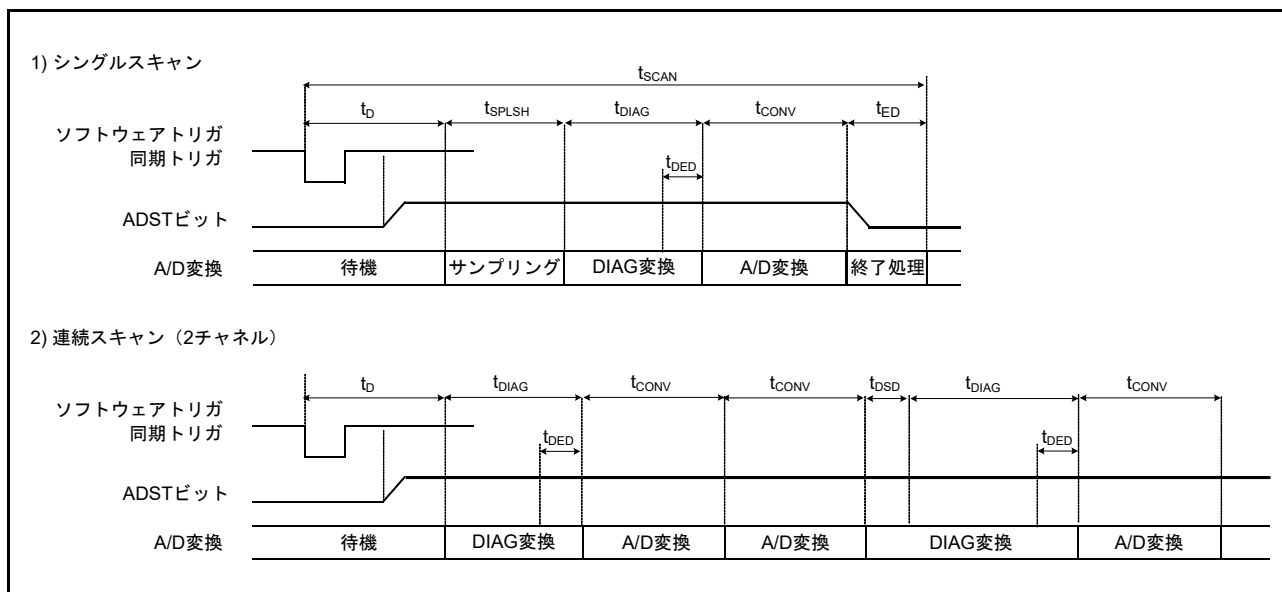
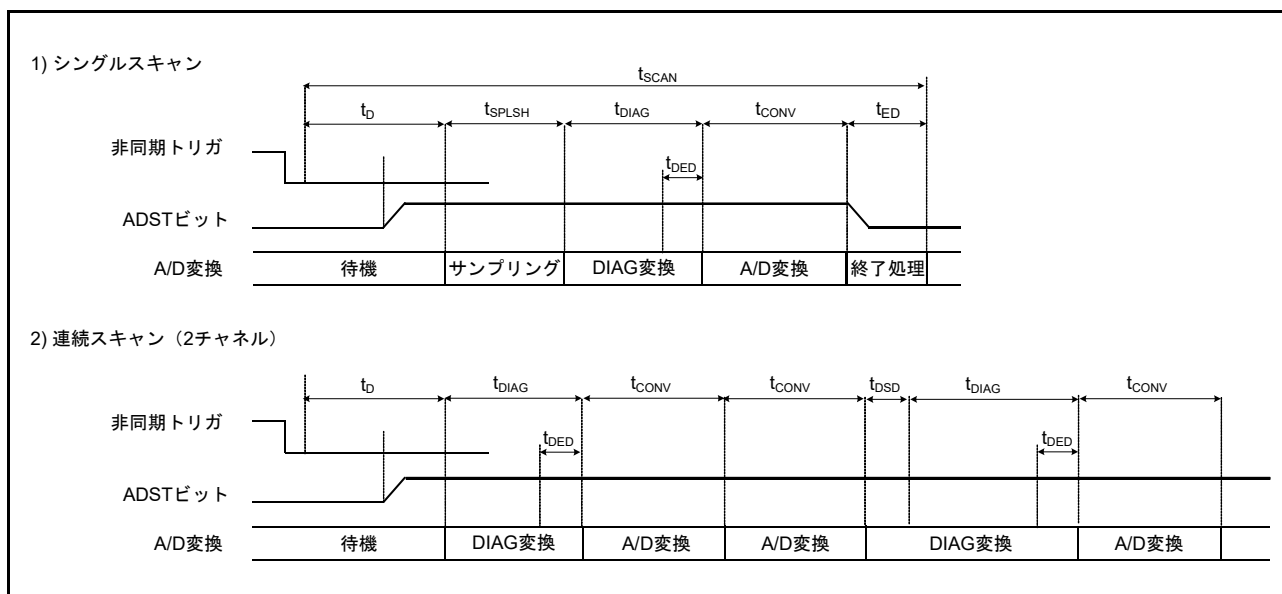

図 35.34 スキャン変換のタイミング (ソフトウェア起動または同期トリガ入力 (ELC) 起動の場合)
図 35.35 スキャン変換のタイミング (非同期トリガ入力 (ADTRG0) 起動の場合)
図 35.34 に、ソフトウェアトリガと同期トリガ (ELC) 起動によるスキャン変換を行う場合のタイミングを示します。また、図 35.35 に、非同期トリガ (ADTRGn) 起動によるスキャン変換を行う場合のタイミングを示します。スキャン変換時間 (t_{SCAN}) は、スキャン変換開始遅延 (t_D)、チャンネル専用サンプル&ホールド回路処理時間 (t_{SPLSH}) (注 1)、断線検出アシスト処理時間 (t_{DIS}) (注 2)、自己診断変換時間 (t_{DIAG}) (注 3)、A/D 変換処理時間 (t_{CONV} および t_{DSD})、チャンネル専用サンプル&ホールド回路終了処理時間 (t_{SHED}) (注 4)、スキャン変換終了遅延 (t_{ED}) を含めた時間となります。
- 注 1. t_D , t_{SPLSH} , t_{DIAG} , t_{CONV} , t_{ED} の各タイミングについては、図 35.34 および図 35.35 を参照してください。